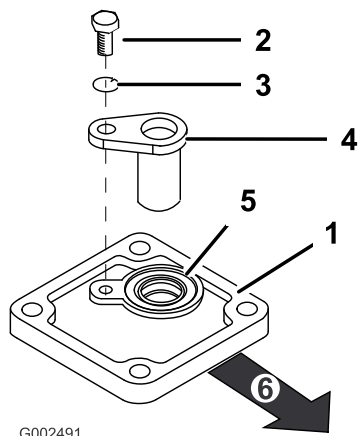

Bild 6
4. Montieren Sie die neue Abdeckung mit den vorher in Schritt 1 entfernten Schrauben an der Hinterachse (Bild 6). Wenn Sie die Abdeckung richtig aufsetzen, sollte die Dichtung nach oben zeigen und zur linken Seite des Fahrzeugs positioniert sein.
5. Bauen Sie den Verzahnungssensor mit der Schraube (M6 x 1.00 x 12) und der Federscheibe (M6) ein, siehe Bild 6.